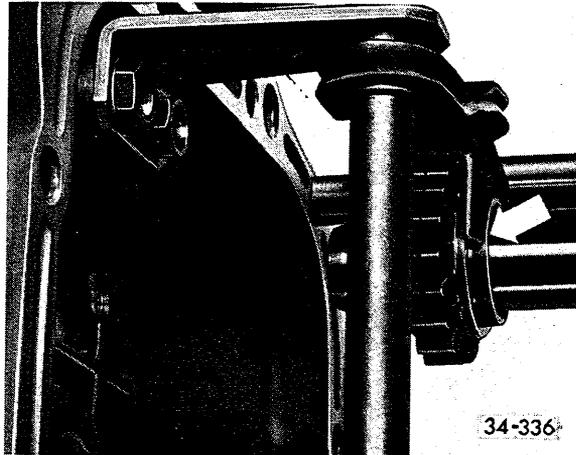

Fig. 8
- 3 — Déplacer vers l'avant le support avec arbre de commande du côté de la fourchette jusqu'à ce que la fourchette de marche arrière se trouve bien fixée sur le pignon baladeur (fig. 8 — flèche). Puis faire revenir légèrement le support (jeu) et bloquer les vis de ce support.